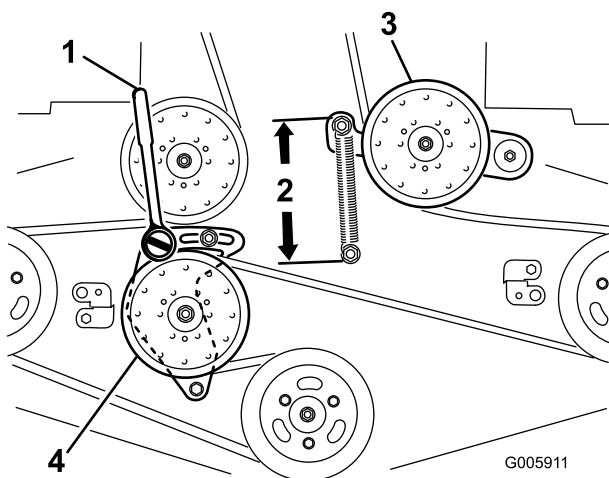

Bild 85
- Lösen Sie den starren Spannarm und stellen Sie ihn ein, um die Riemen Spannung zu lösen (Bild 85).
- Setzen Sie eine Ratsche mit einem kurzen Griff oder ein Stemmeisen in das rechteckige Loch im fixierten Spannarm ein (Bild 85).
- Drehen Sie zum Erhöhen der Riemen Spannung die Ratsche oder das Stemmeisen nach links, um den starren Spannarm zu bewegen, bis Sie einen Abstand von 16,5 cm zwischen den Federhaken erhalten (Bild 85).